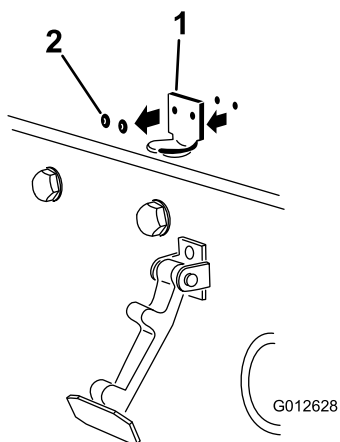

Figura 5
2. Retire los 2 remaches que sujetan el cerradero del capó al capó (Figura 5).
Nota: El cierre de seguridad debe estar en contacto directo con el capó (Figura 5). No retire el conjunto de perno y tuerca del brazo del cierre de seguridad.